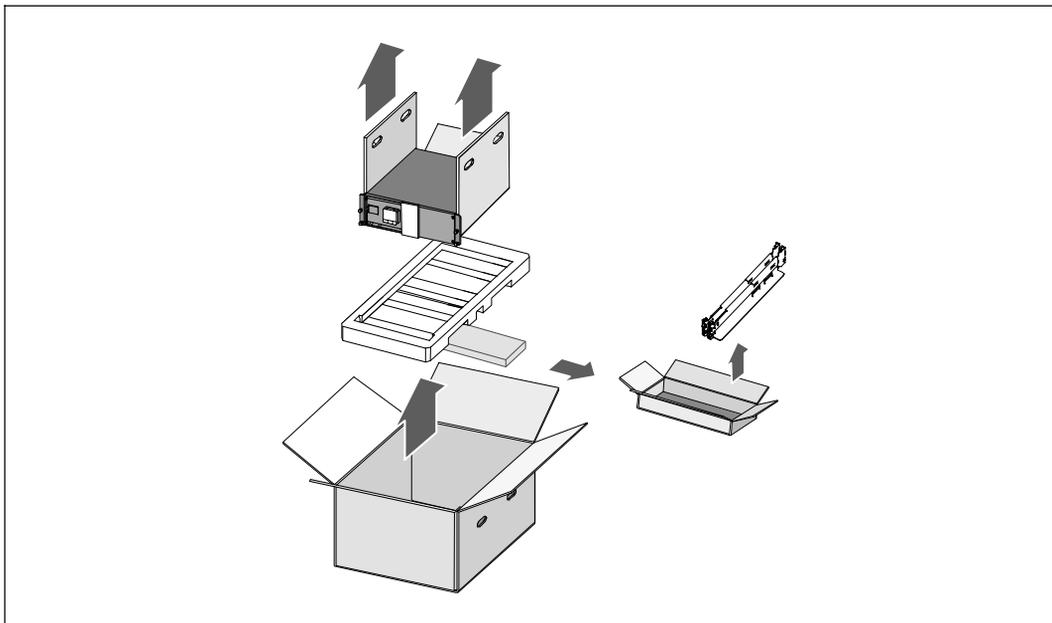

Рис. 3 Подъем корпуса и набора реек
- 2 По человеку с каждой стороны, аккуратно достаньте корпус из картонной коробки и поставьте на ровную устойчивую поверхность (см. Рис. 3).